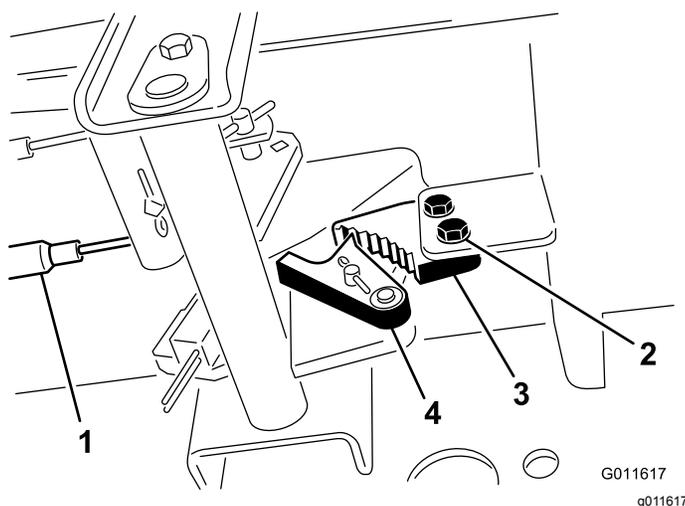

Рисунок 70
1. Ослабьте два винта крепления защелки стояночного тормоза к раме (Рисунок 70).
2. Нажимайте педаль тормоза вперед, пока углубление тормоза не войдет полностью в зацепление с защелкой тормоза (Рисунок 70).